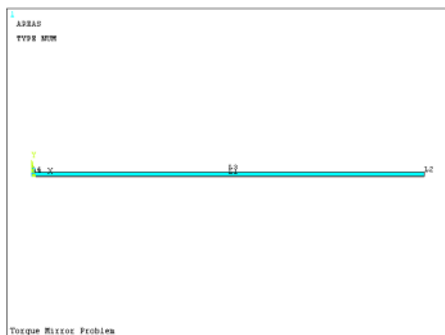

图 9-16 生成的几何模型
⑬依次选择 Utility Menu→PlotCtrls→Style→Colors→Reverse Video 命令，ANSYS 显示窗口将变成白色。依次选择 Utility Menu→Plot→Areas 将显示所生成的几何模型，生成的几何模型如图 9-16 所示。